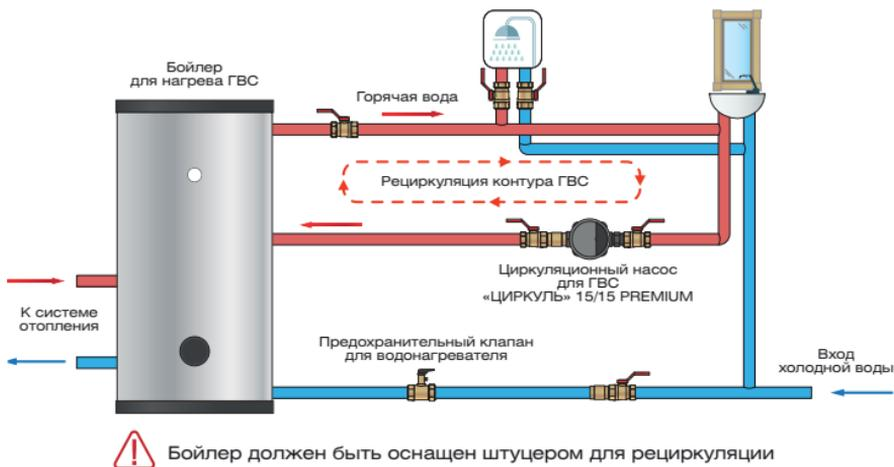

Рисунок 2
■ Шаровые краны устанавливаются до и после насоса (не входят в комплект поставки). Это предотвратит слив воды и повторное заполнение системы при демонтаже насоса (рисунок 2).